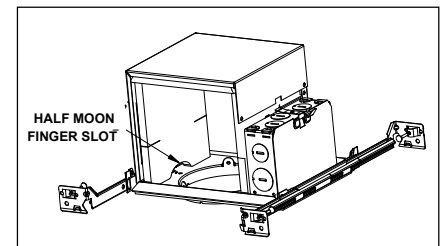
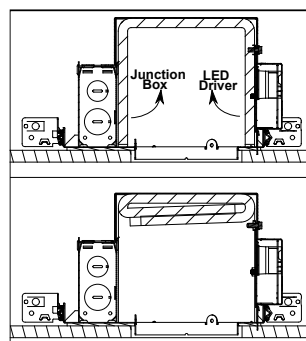

Figure 13
Figure 14
Step 5. Lift fire barrier flap on the side with the red and black wires protruding (red and black wires indicate driver location). The bottom of the flap will have a half moon finger slot for easy lifting (Fig. 13). Before lifting the flap, make sure the wires are pushed out of the wire slots provided in the flap to prevent tearing the fire barrier. This will allow access to the LED driver (Fig. 14).
Paso 5. Levante la aleta de la barrera contra incendios por el lado donde sobresalen los cables rojo y negro (los cables rojo y negro indican la ubicación del controlador). La parte inferior de la aleta tendrá una ranura para dedos en forma de media luna para levantarla fácilmente (Fig. 13). Antes de levantar la aleta, asegúrese de empujar los cables fuera de las ranuras para cables provistas en la aleta para evitar que se rompa la barrera contra incendios. Esto permitirá acceder al controlador del led (Fig. 14).
Paso 5. Levante la aleta de la barrera contra incendios por el lado donde sobresalen los cables rojo y negro (los cables rojo y negro indican la ubicación del controlador). La parte inferior de la aleta tendrá una ranura para dedos en forma de media luna para levantarla fácilmente (Fig. 13). Antes de levantar la aleta, asegúrese de empujar los cables fuera de las ranuras para cables provistas en la aleta para evitar que se rompa la barrera contra incendios. Esto permitirá acceder al controlador del led. Tenga cuidado de no rasgar la aleta por donde sobresalen los cables al levantarla (Fig. 14).